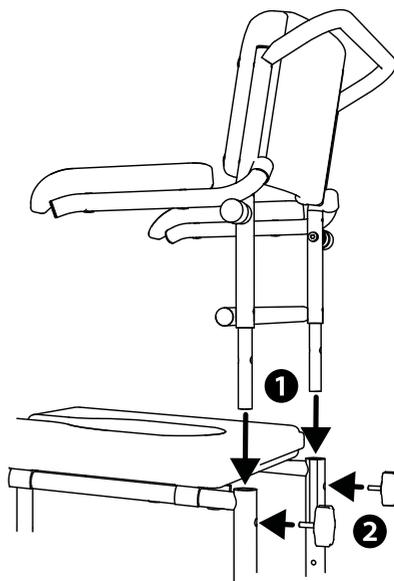

Abb.6
1. Stecken Sie die Rückenrahmenrohre von oben in die hintere Rohre des Untergestells (1, Abb. 6).
2. Die Rohre der Rückenlehne und des Untergestells werden mit den beiliegenden Sterngriffschrauben fest miteinander verschraubt (2, Abb. 6).